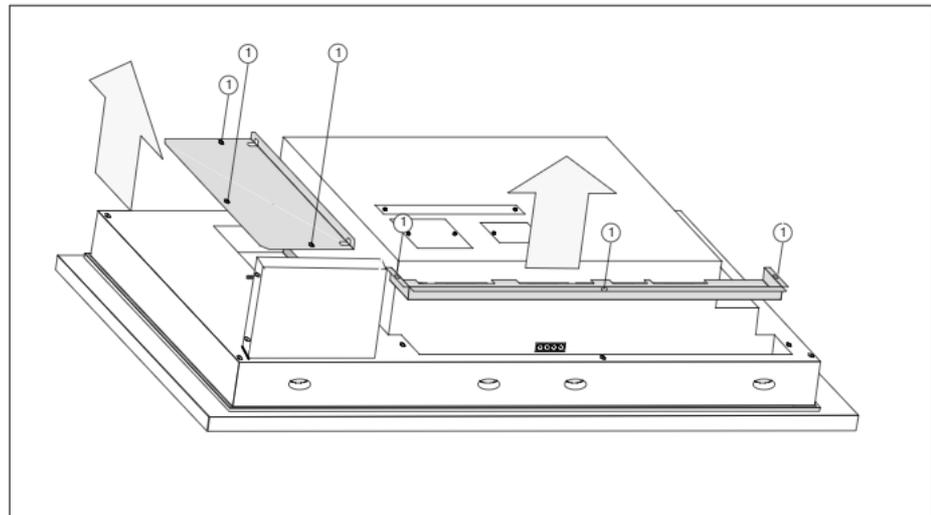

Figura 2-4 Svitare i rivetti ad espansione
2. Svitare i rivetti ad espansione contrassegnati in figura 2-4 con ①.